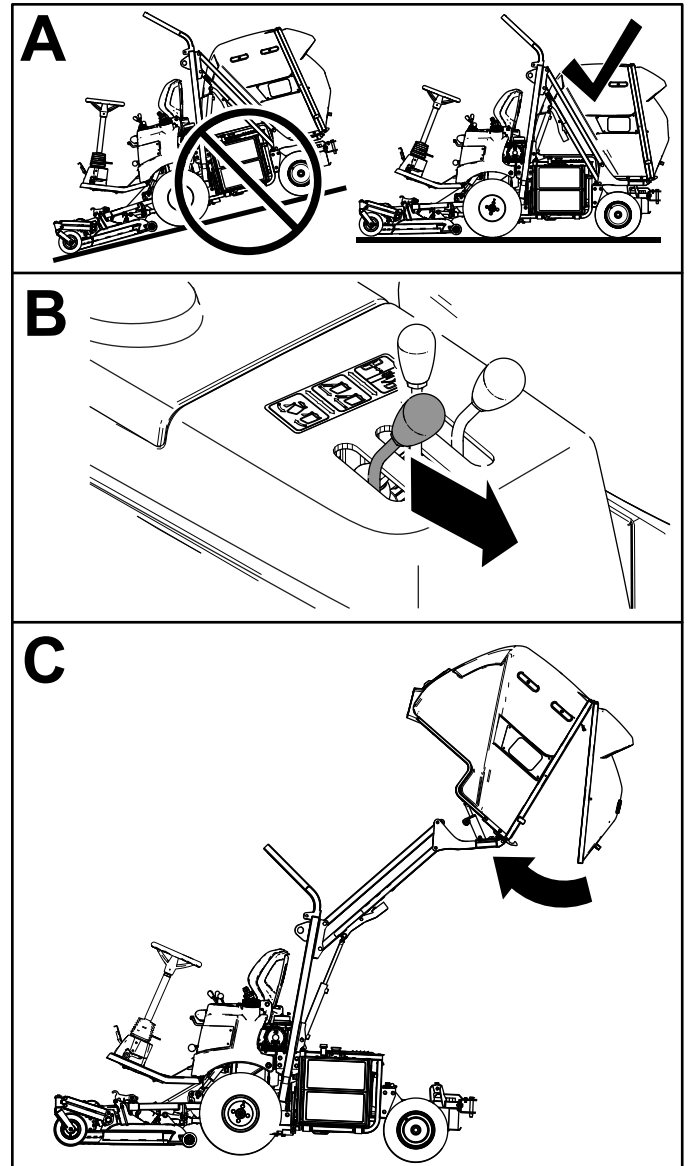

Figure 26
2. Une fois la trémie vidée, poussez le levier de décharge en avant pour la fermer (**Figure 26**).